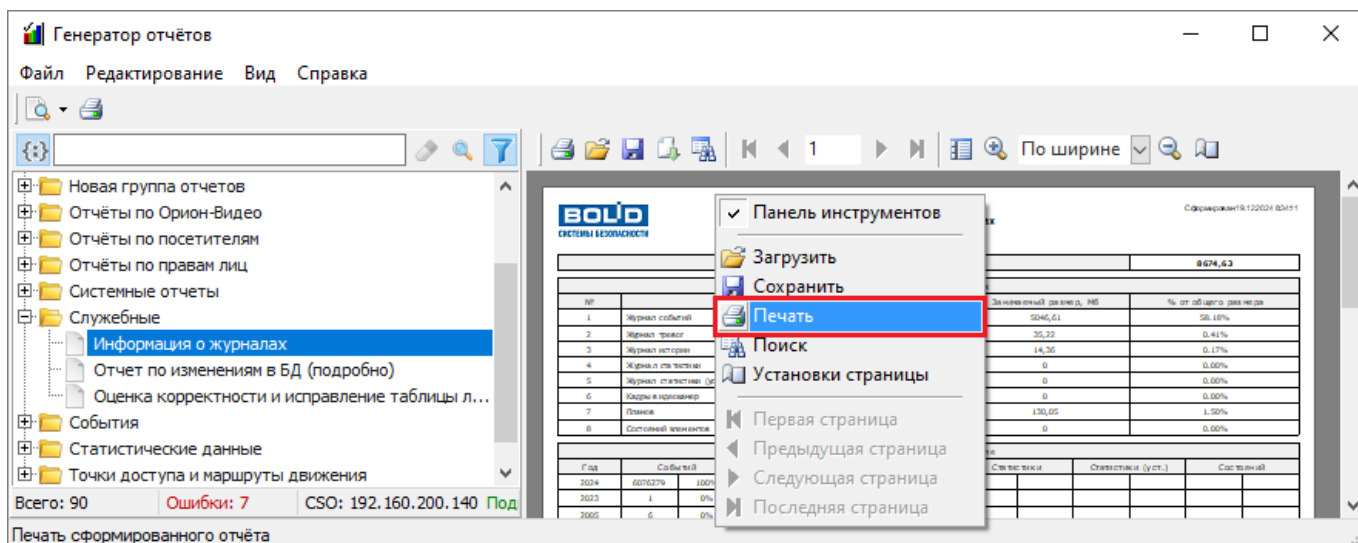

Рисунок 10-330 Печать отчета через контекстное меню области предварительного просмотра
- выберите в контекстном меню области предварительного просмотра (см. п. 10.5.5.1) пункт « Печать» (см. Рисунок 10-330).